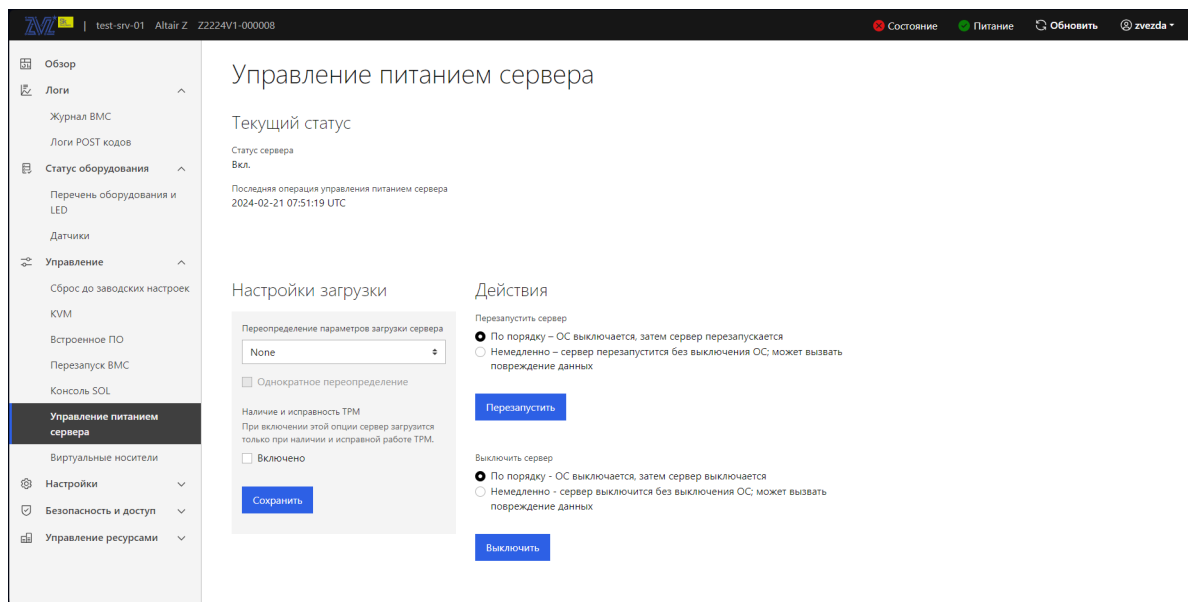

Рис. 81. Окно «Управление питанием сервера»
- 6) Пройдите во вкладку «Управление» → «Управление питанием сервера» в данной вкладке отображается текущий статус сервера, осуществляется удаленное управление питанием сервера. Во вкладке «Действия» осуществляется перезагрузка сервера или его выключение. Окно показано на рис. 81 Окно «Управление питанием сервера»